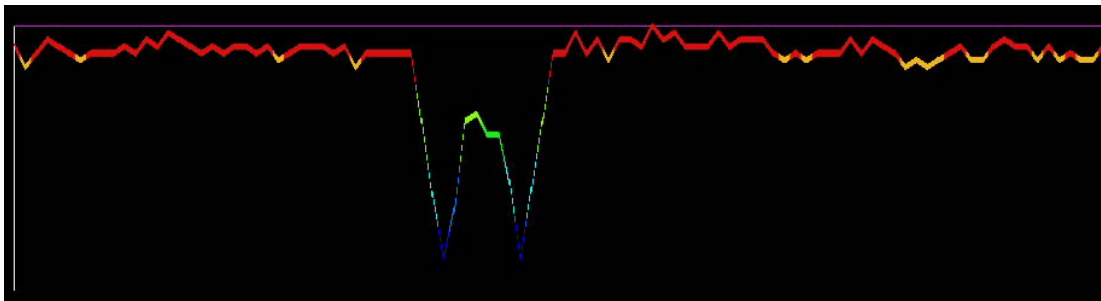

Figura 4.6
16. Vea “Localización de Túnel y Vacío” para analizar el barrido (Figura 4.6).
En la imagen arriba (Figura 4.6), se encuentra un ejemplo de cómo puede aparecer un túnel. Como puede ver, hay suficiente fondo en los dos lados del vacío para permitir que se vea más claramente.